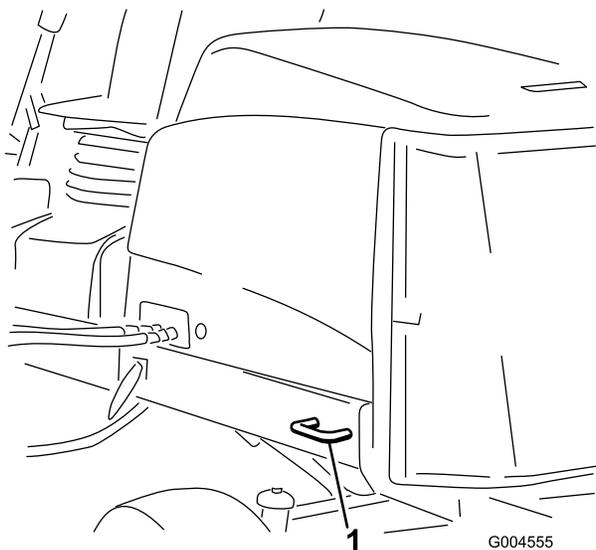

Рисунок 59
- В задней части используйте каждую сторону машины на задней раме (Рисунок 59).